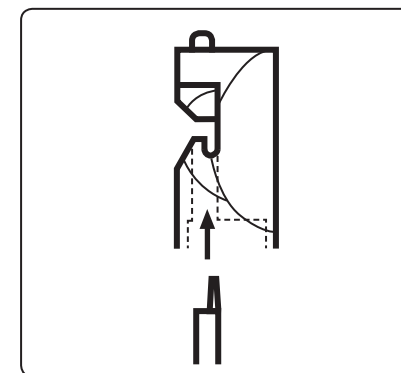

Abb. 6
4. Setzen Sie die Matrize auf den Stempel und sichern Sie sie durch Anziehen der Befestigungsmutter (Abb. 6).